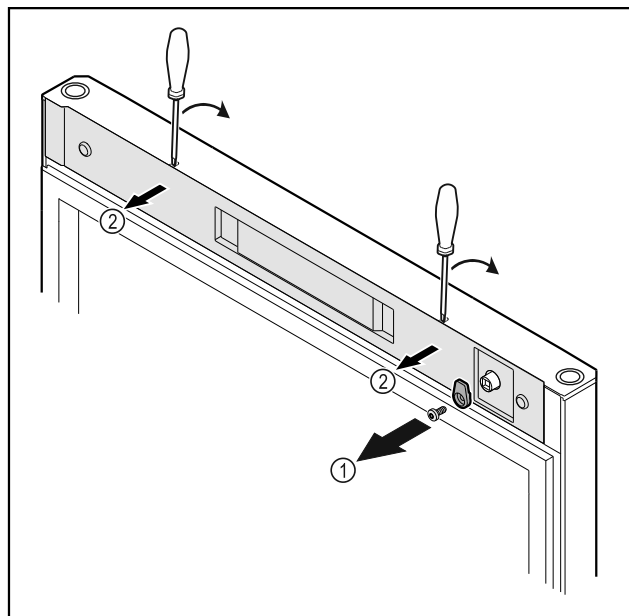

Fig. 12 *
- ▶ Odskrutkujte zatvárací hák Fig. 12 (1)*
- ▶ Odistite kryt Fig. 12 (1) malým skrutkovačom a odoberte ho.*